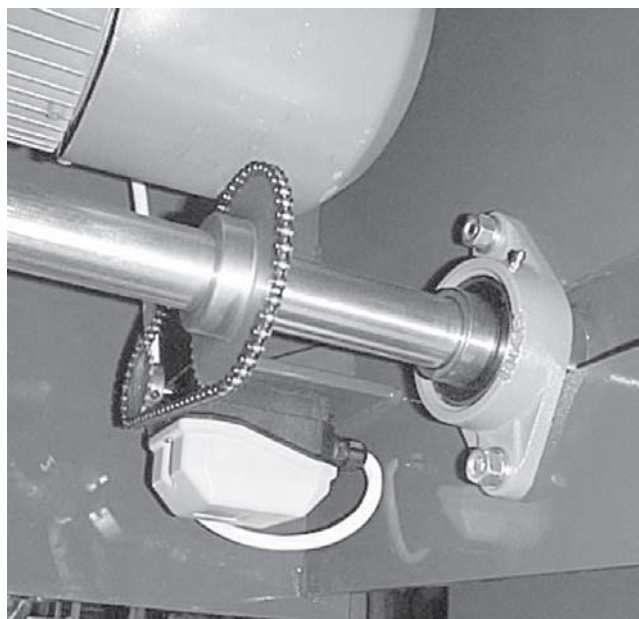

Fig. 40
- Lubricate the chain internally using synthetic oil (fig. 40).
- Die Kette mit synthetischem Öl (Abb. 40) schmieren.
- Lubrifier la chaîne en utilisant de l'huile synthétique (fig. 40).
- Lubrificate internamente la catena utilizzando olio sintetico (fig 40).